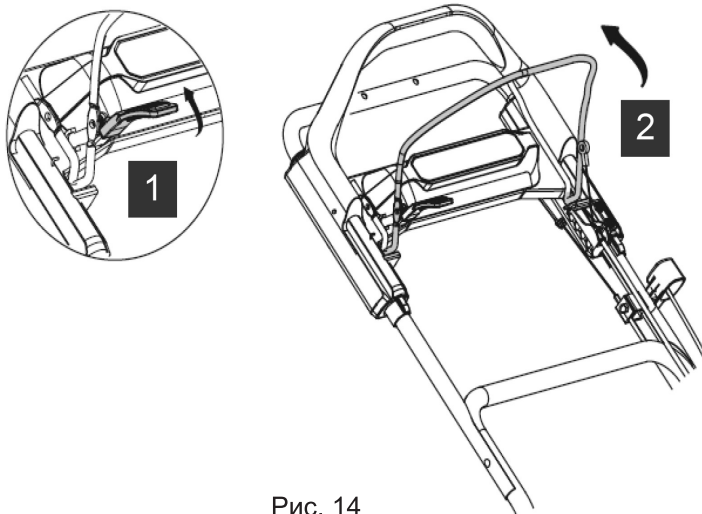

Рис. 14
- При работающем двигателе нажмите на рычаг разблокировки скобы включения ножей, потянув его на себя (Рис. 14. Поз.1).
- Не отпуская рычаг разблокировки, потяните на себя скобу включения вращения ножей, прижав её к рукоятке привода колёс. Ножи начнут вращение (Рис. 14. Поз. 2).